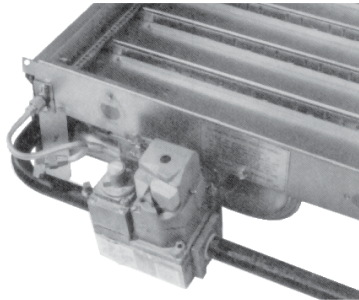

Figure 62. Connexions au gaz naturel
- c. Pour les unités au gaz naturel, installez et serrez le tube en aluminium entre l'orifice de propagation et le coude en laiton tel qu'illustré à la Figure 62.